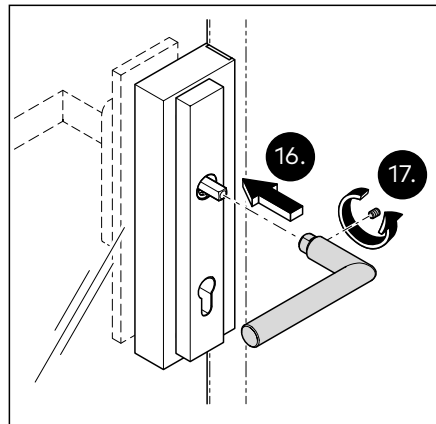

Abb. 37 Den Drücker an der Schlosseite fixieren
16. Den Drücker an der Schlosseite anbringen und hörbar am Vierkantstift einrasten lassen (Abb. 37).